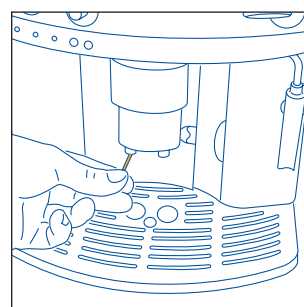

Abb. 28
- Überprüfen, dass die Öffnungen des Kaffeeauslaufs nicht verstopft sind. Zum Säubern derselben, mit einer Nadel den sich abgesetzten Kaffee entfernen (Abb. 28).